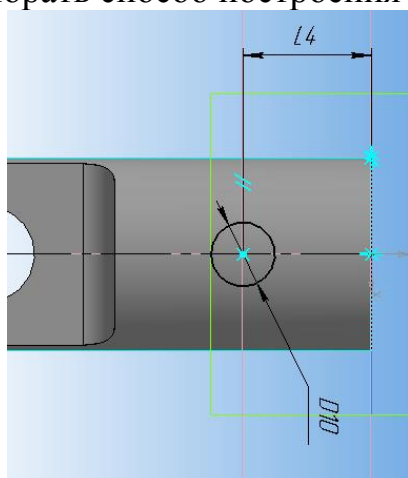

Рисунок 49.
22.На расстоянии размера **L4** выполните окружность радиусом **D10** согласно вашему варианту (рисунок 49).